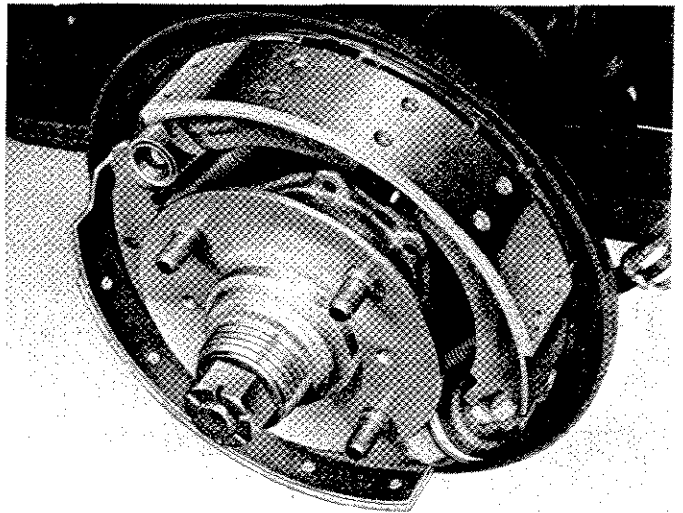

Fig. 21. Rear wheel brakes
**De-Dust Rear Brake Linings (Fig. 21)**